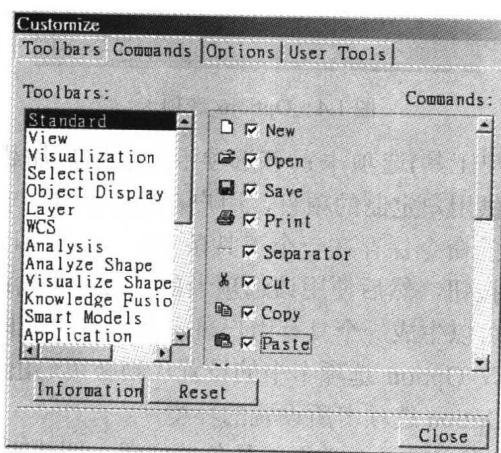

图 1.3 Commands (命令)选项卡
- Commands(工具命令)选项卡：在如图 1.3 所示的 Toolbars(工具栏)列表框中选择某个工具条选项，则右侧的 Commands(命令)列表框中就会显示出该工具条所包含的所有命令及其图标按钮，用户可以根据个人的喜好显示或隐藏其中某些命令的图标按钮。